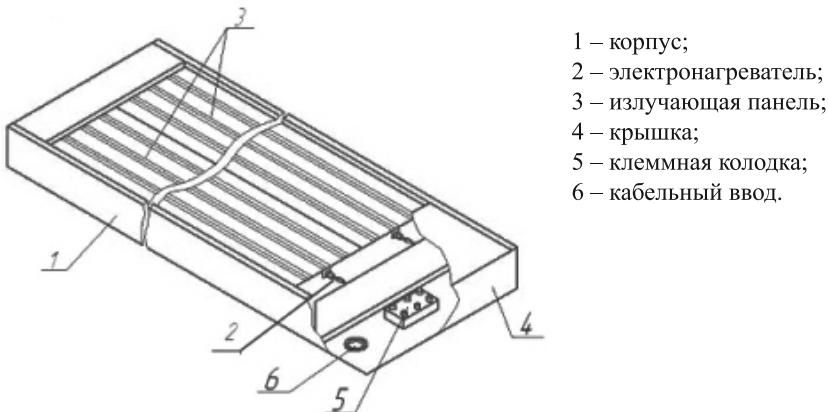

Рис.1. Обогреватель инфракрасный.
5.1 Схема инфракрасного обогревателя представлена на рис. 1.
6.4 Комплект монтажных деталей находится внутри обогревателя под съемной крышкой 4 (см. рис.1). В комплект входят две цепи (11 звеньев для обогревателей IC-08, IC-10 и 15 звеньев на IC-20) и четыре карабина.